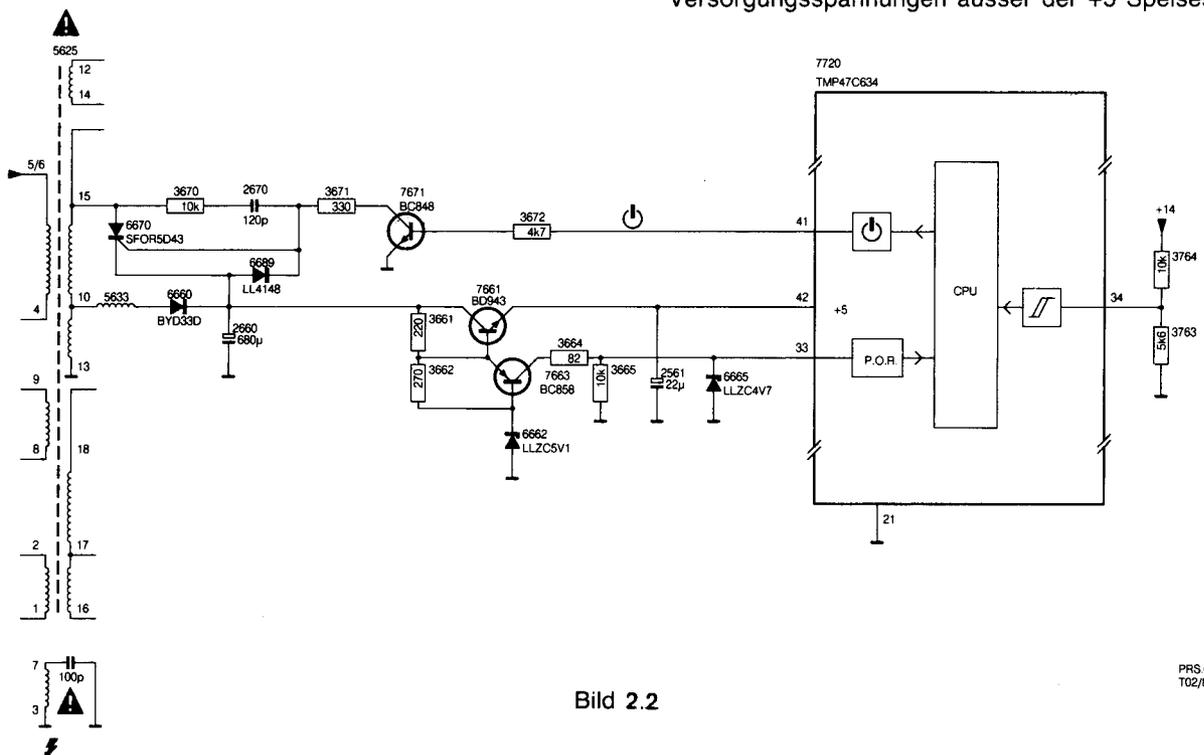

Bild 2.2
2.3 Die Stromversorgung (Bild 2.2)